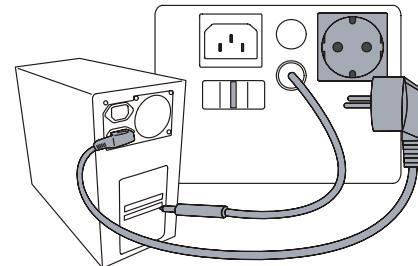

Abbildung 7. Messung des Berührungsstromes
-  Stecken Sie den Netzstecker des Prüflings in die Prüf-/Netzsteckdose, siehe Abb. 7. Für Prüflinge der Schutzklasse II verbinden Sie die Sonde (IB) mit allen berührbaren Metallteilen des Prüflings. Für Prüflinge der Schutzklasse I verbinden Sie die Prüfsonde mit allen berührbaren, nicht geerdeten Metallteilen des Prüflings.